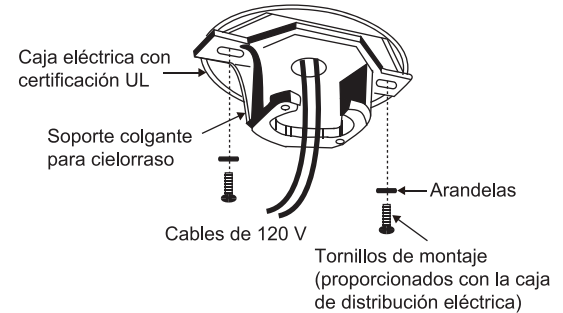

Fig. 8
Paso4. Pase los cables de alimentación de 120 voltios desde la caja de distribución eléctrica del techo a través del centro de la placa de montaje de techo. (Fig.8)
Paso 5. Acople el soporte de montaje para cielorraso a la caja de distribución eléctrica utilizando los tornillos y las arandelas incluidas con la caja de distribución. (Fig.8)